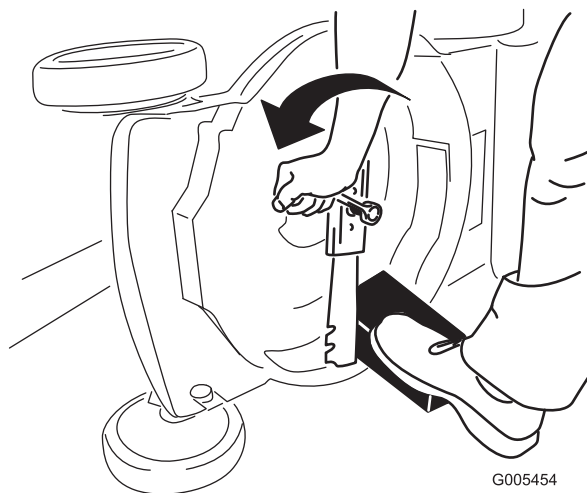

Figure 38
3. Immobilisez la lame avec un morceau de bois (Figure 38).
4. Déposez la lame mais ne jetez pas les fixations (Figure 38).